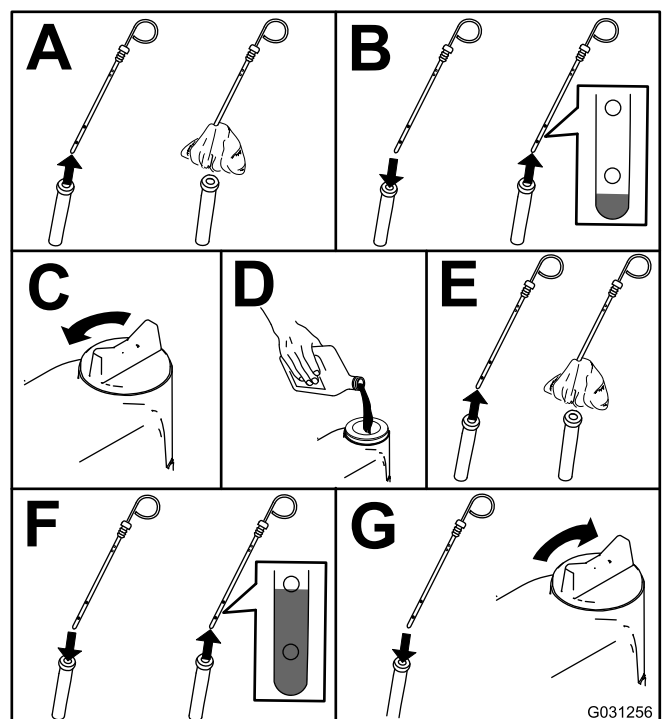

Bild 30
4. Prüfen Sie den Stand des Motoröls, wie in Bild 30 abgebildet.